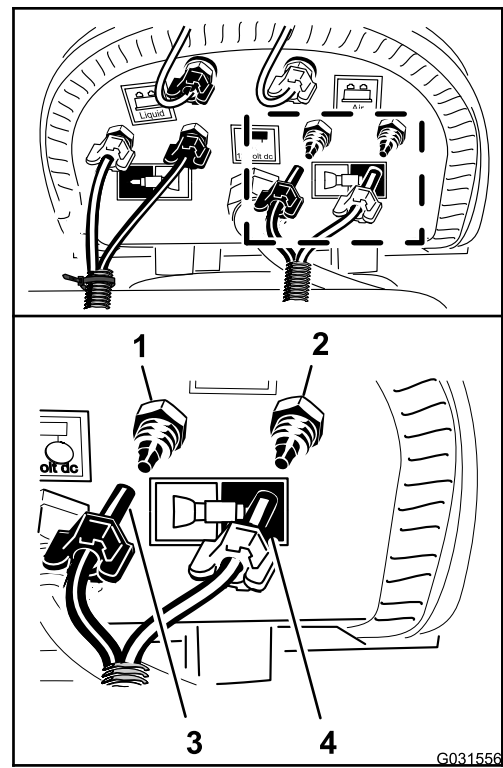

Bild 143
5. Schließen Sie den nicht beschrifteten Schlauch (kein Kabelbinder) an; fluchten Sie hierfür den blauen Schlauch für den linken Sprühabschnitt auf dem Druckanschlussstück für den Wasserkreislauf für den linken Sprühabschnitt aus (**Bild 143**).
6. Befestigen Sie die Druckmutter für den Schlauch auf dem Anschlussstück und ziehen die Mutter mit der Hand an (**Bild 143**).
7. Fluchten Sie den durchsichtigen Schlauch für den linken Sprühabschnitt auf dem Druckanschlussstück für den Luftkreislauf für den linken Sprühabschnitt aus (**Bild 143**).
8. Befestigen Sie die Druckmutter für den Schlauch auf dem Anschlussstück und ziehen die Mutter mit der Hand an (**Bild 143**).